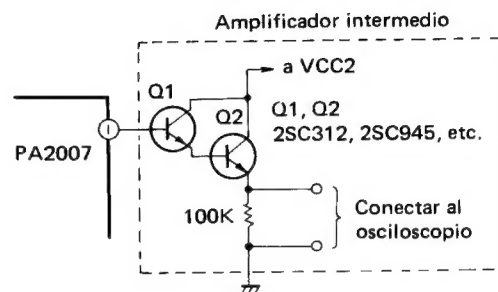

Fig. 11-4 Conexión del amplificador intermedio
2. Conectar el amplificador intermedio, de fabricación propia, como el de la figura 11-4, al terminal no. 1 del IC PA2007 y dar salida a la forma de onda a un osciloscopio (Fig. 11-4).